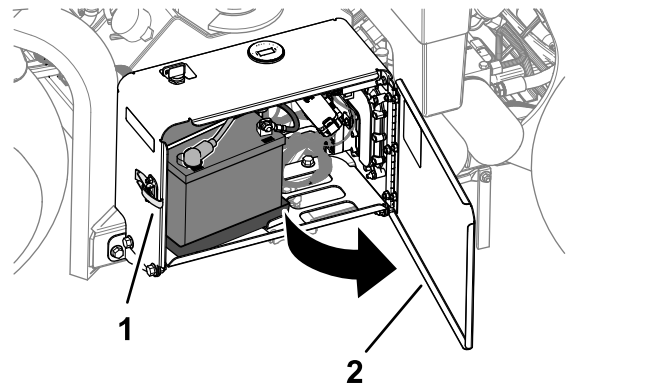

図 169
- ラッチを外し、バッテリーコンパートメントのドアを開く 図 169。